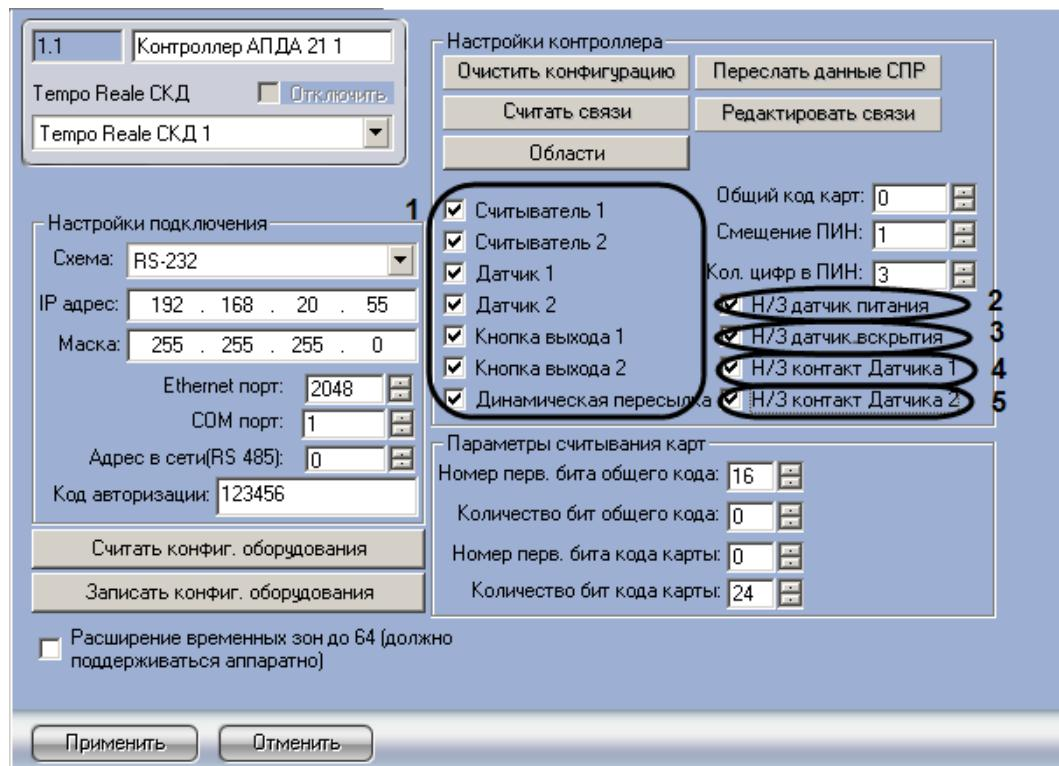

Рис. 3.3—5 Общая настройка дополнительных датчиков, подключенных к контроллеру АПДА.21
1. Перейти на панель настройки объекта **Контроллер АПДА 21** (Рис. 3.3—5)
2. Для работы требуемых считывателей, датчиков, кнопок выхода установить соответствующие флагки (см. Рис. 3.3—5, 1).
3. Установить флагок **Н/З датчик питания** в случае, если датчик питания нормально замкнут (см. Рис. 3.3—5, 2).